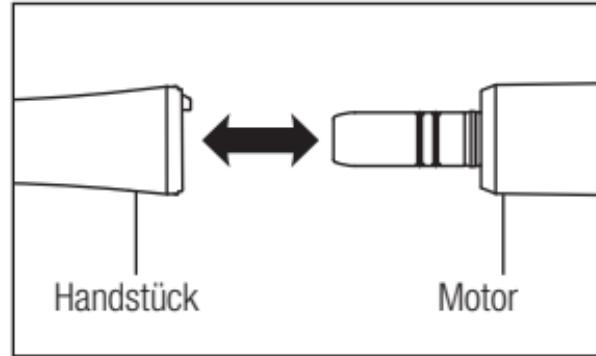

Abb. 1
- 1) Führen Sie das Handstück direkt am Motor ein (Abb. 1). Schrauben Sie das Handstück ein, bis es mit einem Klicken einrastet.